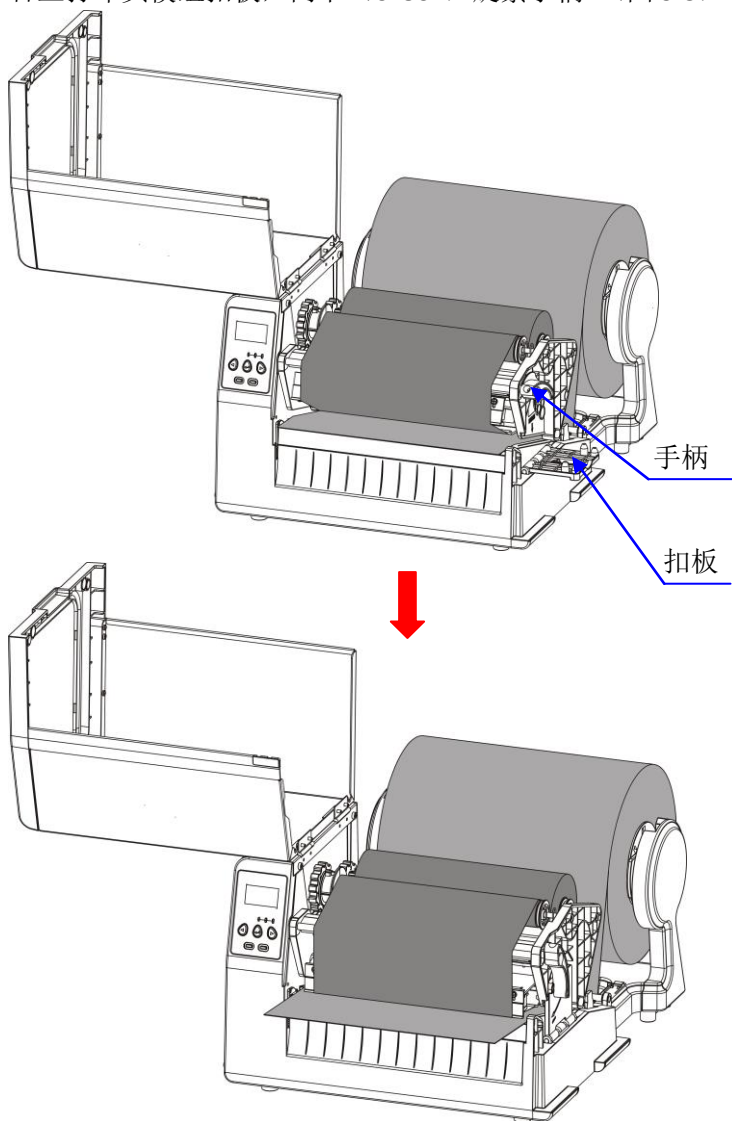

图 9-5
9. 让标签从打印头与胶辊之间通过，并按刻度尺将标签居中定位；合上打印头模组扣板，向下（CLOSE）旋紧手柄。（图 9-5）